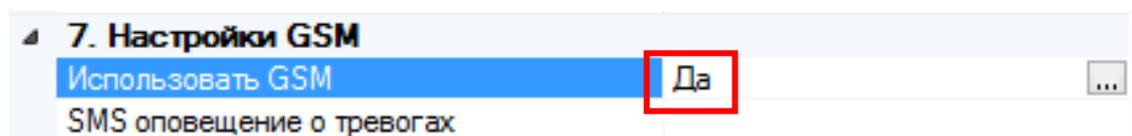

Рисунок 6.37
- Включить использование GSM (Рисунок 6.37).